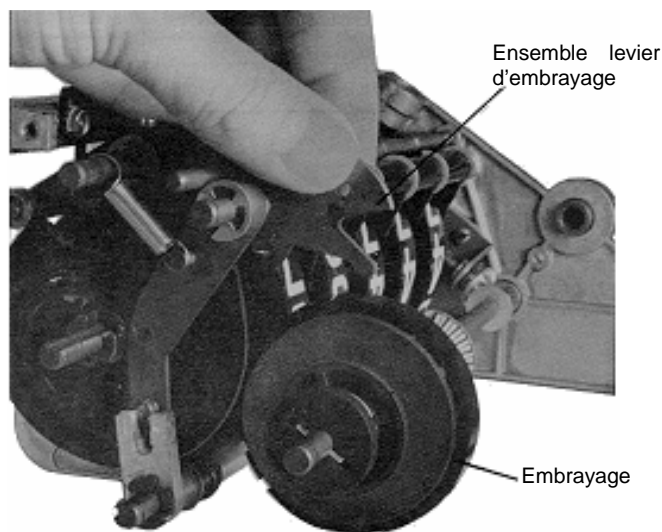

Figure 7. Démontage ensemble embrayage
b. Déplacer l'ensemble levier d'embrayage. Ainsi l'embrayage est dégagé. Voir figure 7. Enlever l'ensemble axe d'embrayage. Voir paragraphe C, 1 pour le remplacement des pièces.